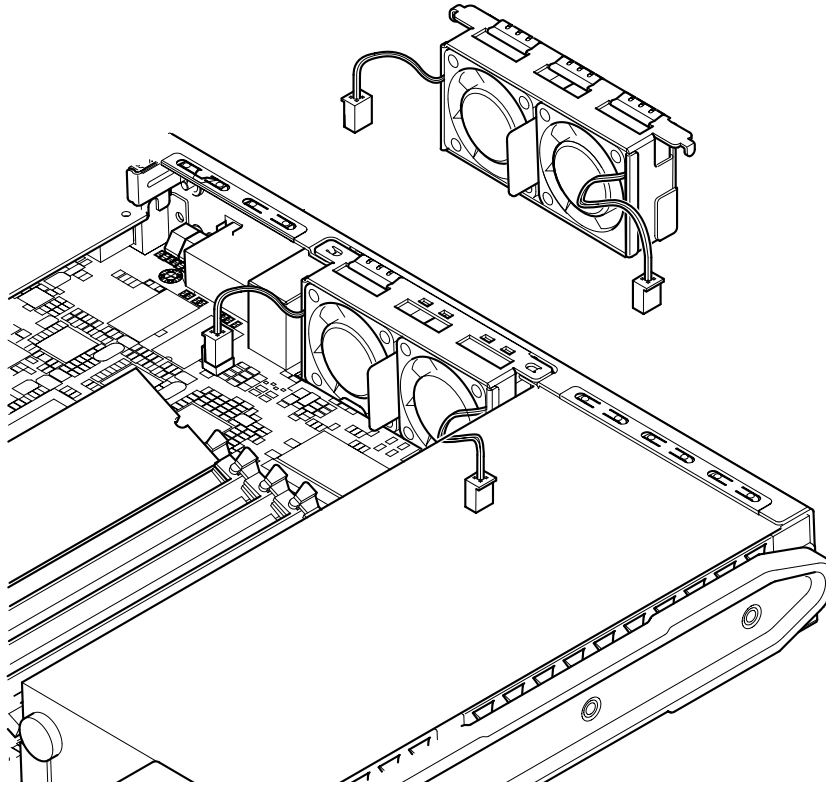

FIGURA 11-10 Reemplazo del submontaje del ventilador posterior (ventiladores 1 y 2)
2. **Cíñase una muñequera antiestática de conexión a tierra, abra el servidor, colóquelo en una almohadilla para descargas electrostáticas y desconecte los cables de alimentación del submontaje de la tarjeta del sistema (consulte la FIGURA 11-10).**
5. **Conecte los cables del ventilador a la tarjeta del sistema (consulte la FIGURA 11-10).**